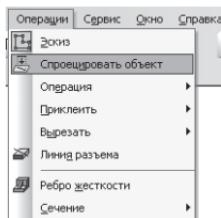

Рис. 270
- чтобы точно построить эскиз сечения, необходима привязка к верхней точке ручки, которой пока нет. Спроецируем эту точку из эскиза направляющей на **Смещенную плоскость: 12**, в которой вы сейчас работаете. На строке **Меню** выберите **Операции**, после щелчка ЛКМ раскроется диалоговое окно, укажите **Спроектировать объект** (рис. 270). Дальнейшие действия должны быть очень точными, вы должны спроектировать *только точку*;